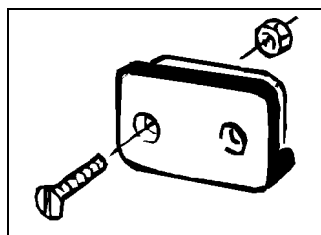

Рис. 7
1. Закрепите держатель (Рис. 7) процессора в кабине трактора.